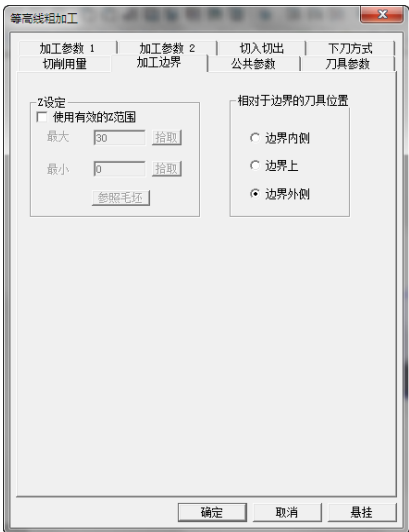

图 8-167 “加工边界”选项卡
6) 单击“加工边界”选项卡,取消“使用有效的 Z 范围”,设置“相对于边界的刀具位置”为“边界外侧”,“最大”“最小”参数数值如图 8-167 所示。